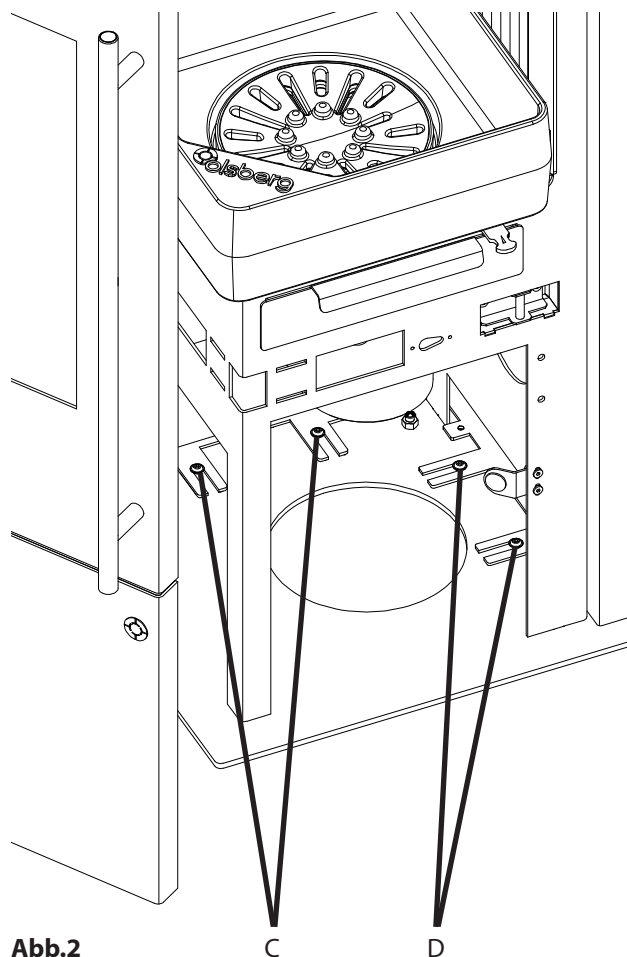

Abb.2
- Befestigungsschrauben (C) für Rückwand und Befestigungsschrauben (D) für Seitenwand unten am Gerät lösen (max. 2 Umdrehungen, siehe Abb.2).